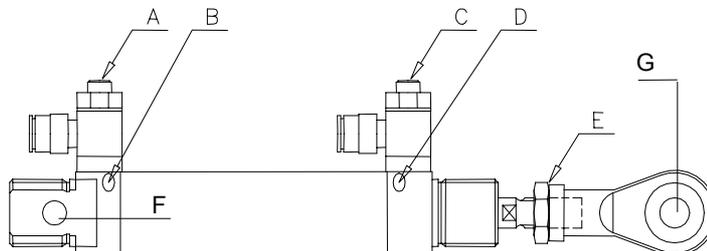
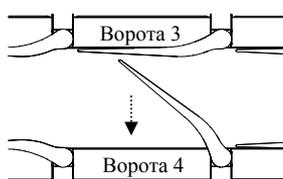
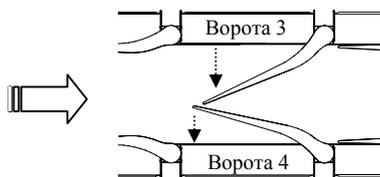

Рис. 25 Регулировка механизма амортизации.
Рис. 28. Нет удара при движении «в»
Рис. 29. Мягкий ход, не «хлопают»
- После того, как Вы произвели замену цилиндра, убедитесь, что поршень цилиндра не задевает кожух: Отрегулируйте амортизирующий механизм цилиндра, поворачивая маленькие регулировочные винты на обоих концах цилиндра (см. Рис. 25, В и D).
- 1 Для настройки скорости обратного хода поршня, отрегулируйте регулировочный винт в передней части цилиндра. (см. Рис. 25, C).
- 2 Для настройки скорости прямого хода поршня, отрегулируйте регулировочный винт в задней части цилиндра. (см. Рис. 25, A).
- 1 С помощью регулировочного болта отрегулируйте амортизатор прямого хода (см. Рис. 25, D). Для увеличения амортизирующего эффекта, повернуть винт по часовой стрелке и для уменьшения амортизирующего эффекта – против часовой стрелки.
- 2 Отрегулируйте амортизатор обратного хода с помощью регулировочного винта (см. Рис. 25, В). Для увеличения амортизирующего эффекта, повернуть винт по часовой стрелке и для уменьшения амортизирующего эффекта – против часовой стрелки.
- 2 Уменьшить скорость движения лопатки, повернув регулировочные винты (Рис. 25, A and C) по часовой стрелке до конца и затем повернув на три оборота против часовой стрелки. Теперь лопатки установлены для движения в «мягком» ритме, как показано на Рис. 28 и Рис. 29.
На Рис. 28 показана лопатка ворот № 3, которая только закрылась и затем лопатка ворот № 4, которая всегда «на шаг позади» ворот № 3 и закрывается мягко, не задевая лопатку 3. На Рис. 29 показаны те же самые ворота в разной стадии движения.